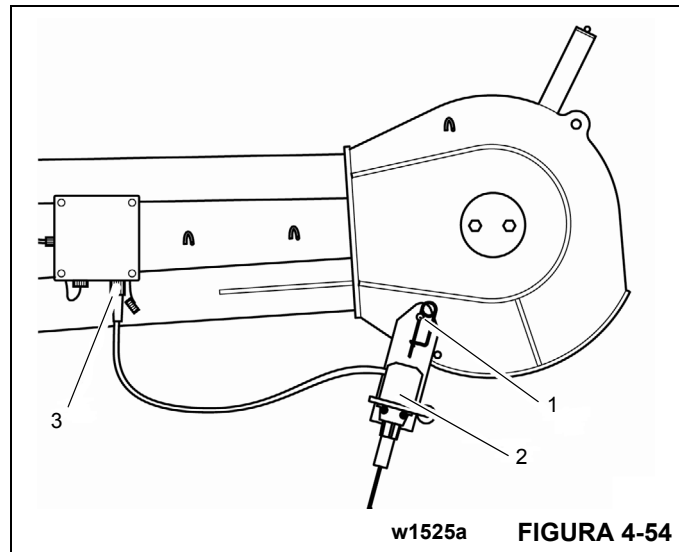

FIGURA 4-54
- Conecte o fim de curso de elevação (2) à manilha (1) e fixe-o com um pino de retenção (Figura 4-54).
- Conecte o fim de curso de elevação no terminal (3).
- Ao armazenar, feche o terminal (3) com a tampa de proteção.